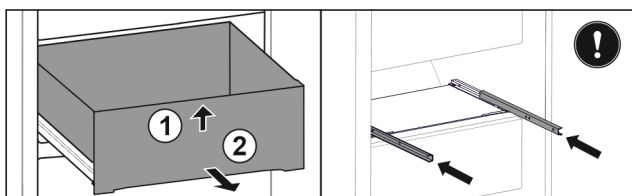

Fig. 53
- ▶ Nadvihnite zásuvku vpred. Fig. 53 (1)
- ▶ Odoberte zásuvku dopredu. Fig. 53 (2)